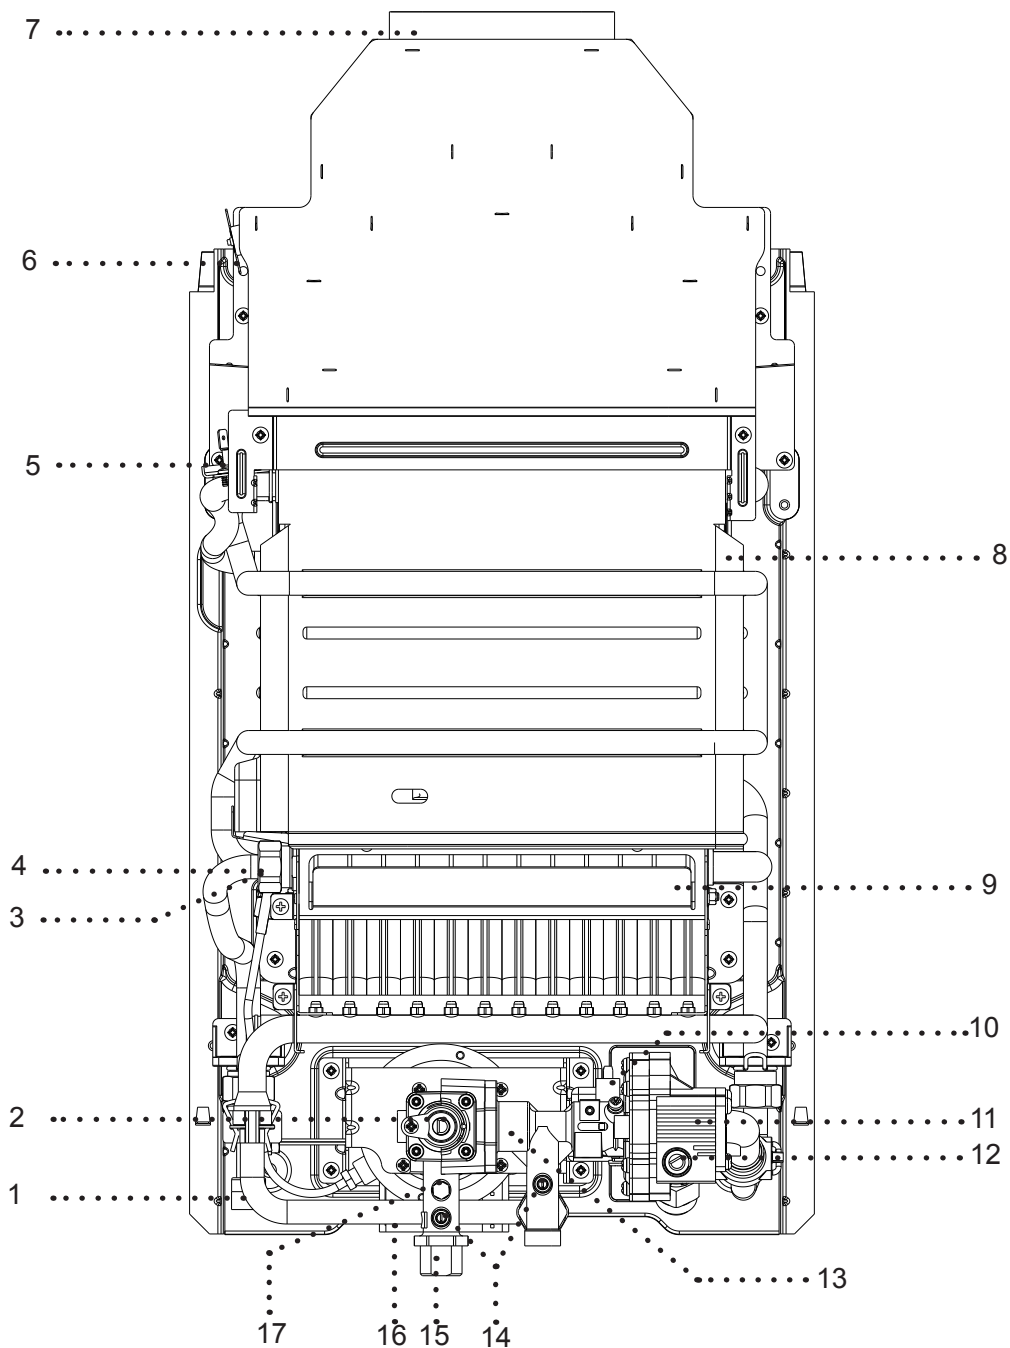

fig. 1
- En la fig. 1 se indican las medidas del equipo para su fijación a la pared.